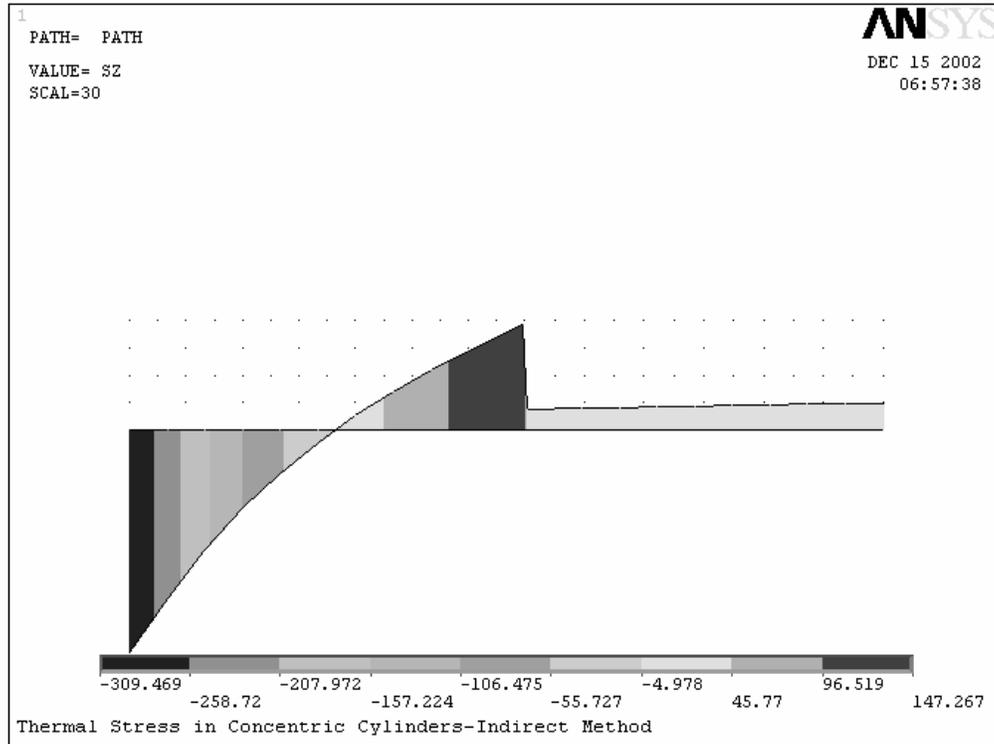

图 12.53 管道周向应力沿路径几何的显示
12. 绘制周向应力沿路径几何的显示。在图 22.51 所示的对话框中单击“SZ”选项，使其高亮度显示，然后单击  按钮关闭对话框，ANSYS 将在图形显示窗口中显示管道周向应力在路径几何上的大小情况，如图 12.53 所示。